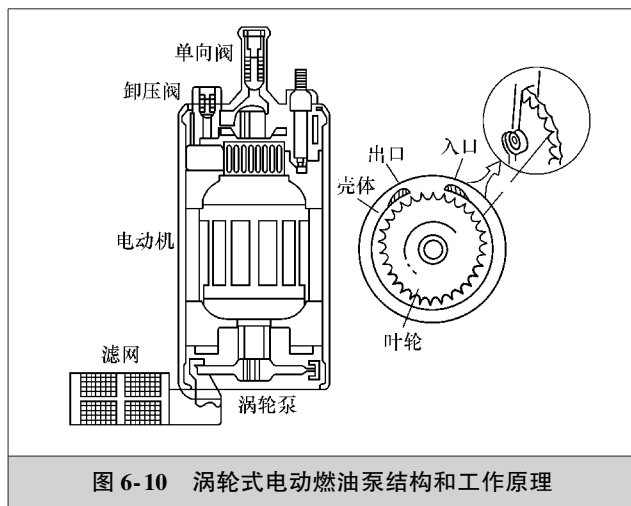

图 6-10 涡轮式电动燃油泵结构和工作原理
(2) 涡轮式电动燃油泵的结构和工作原理 如图6-10所示，涡轮式电动燃油泵主要由燃油泵电动机、涡轮泵、出油阀、卸压阀组成。